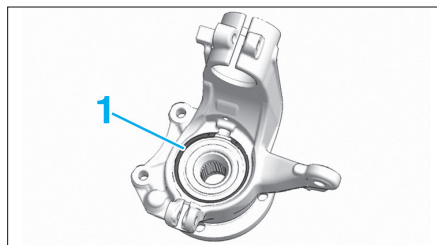

FIG. 32
• Sur un étau équipé de mordache, poser le pivot et extraire le circlips (1) (Fig.32).